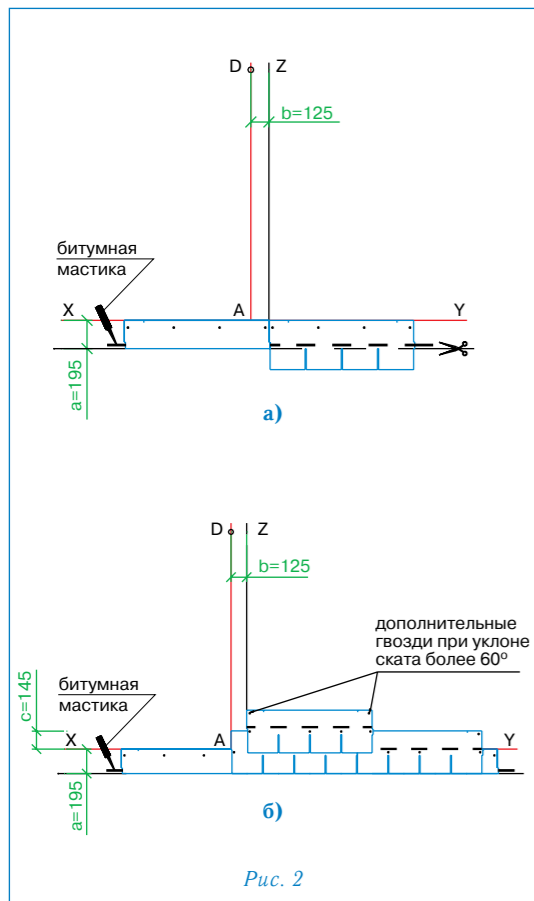

Рис. 2
### Укладка материала (рис. 2)
Начальный ряд формируется из листов черепицы КЛАССИК обрезанных по линии образованной конечными точками вырезов. Полученные таким образом полосы шириной 19,5 см укладываются по линии карниза в обе стороны от линии Z (рис. 2а) и фиксируются по нижнему краю битумной мастикой, а по верхней кромке 4 гвоздями (ось гвоздей на 5 см ниже верхнего края полосы);
- далее первый ряд черепицы укладывается от линии AD (рис. 2б);
- второй ряд укладывается от линии Z (со смещением 12,5 см от AD) (рис. 2б);
Каждый лист черепицы КЛАССИК крепится 4 гвоздями (ось гвоздей на линии битумных клеевых полос) таким образом, чтобы гвоздь прошивал и верхний край низлежащего листа черепицы (рис. 2б).